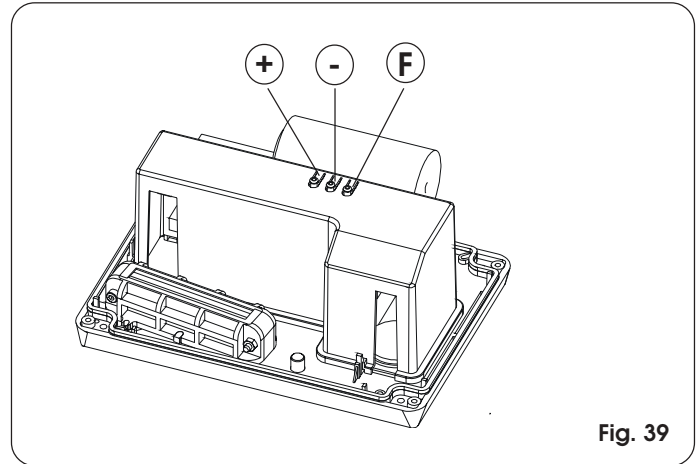

Fig. 39
**Atención:** antes de alimentar la instalación se aconseja volver a colocar la tapa del equipo para evitar que se pueda entrar en contacto con las partes en alta tensión, y utilizar los pulsadores situados en la tapa para activar las teclas (fig. 39).
Efectúe todas las conexiones eléctricas de la tarjeta como se indica en el capítulo 5, incluida la puesta a tierra del operador (Fig. 39).